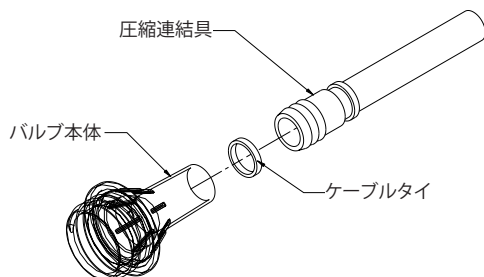

図3
4. 対角プライヤーを使用して、マットレスカバーの足端の最も近くにあり、ローエアロスホースと圧縮連結具をバルブ本体に固定しているケーブルタイを注意してカットしてください (図3参照)。
5. 対角ペンチを使用して、マットレスカバーの足端の最も近くにあり、ローエアロスホースと圧縮連結具をバルブ本体に固定しているケーブルタイを注意してカットしてください (20ページの図3参照)。